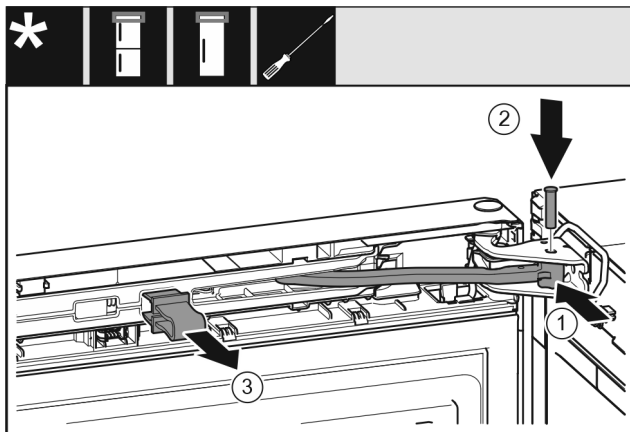

Fig. 21
- ▶ Tourner l'articulation dans le support de palier. Fig. 21 (1)
- ▶ Introduire le boulon dans le support de palier et l'articulation. Veiller à ce que l'ergot d'encliquetage repose correctement dans la rainure. Fig. 21 (2)
- ▶ Enlever l'arrêtoir. Fig. 21 (3)